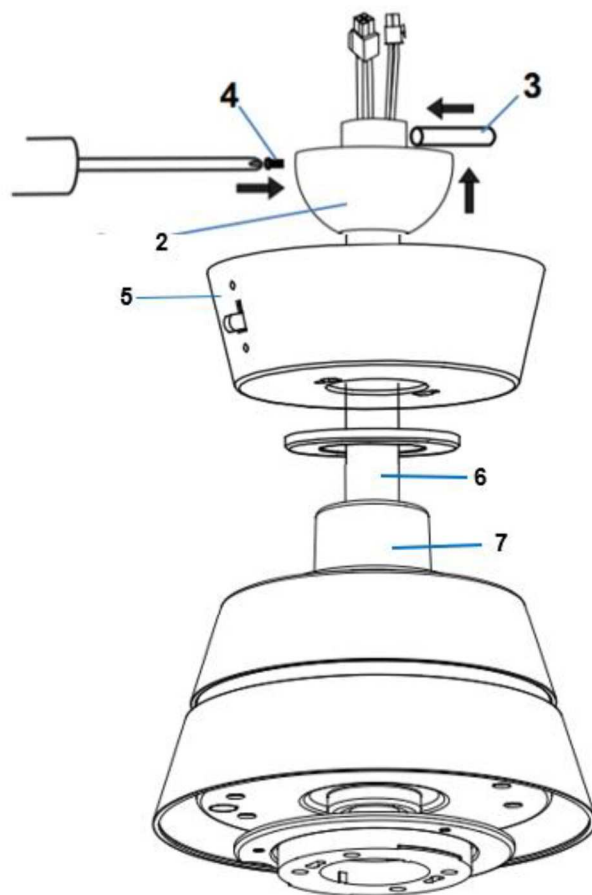

Abbildung 4.6
7. Führe die Baldachin-Abdeckung und den Baldachin über die Stange, setze das Kugelgelenk samt Sicherungstift wieder auf und sichere es mit den Madenschrauben (Abbildung 4.6).